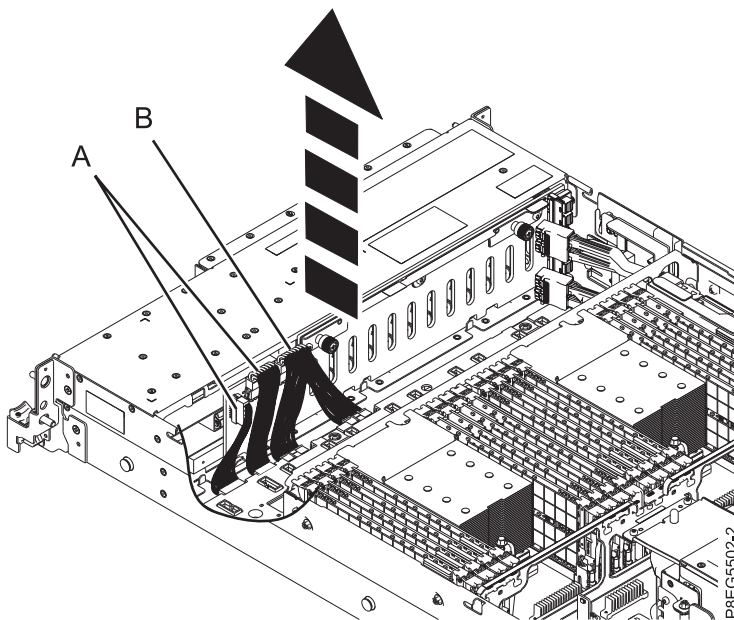

Figura 4. Desconexión de los cables de señal, panel de control y alimentación
5. Etiquete y desconecte los cables de señal y de panel de control (A), y el cable de alimentación Y (B), de la placa posterior de la unidad de disco, como se muestra en la Figura 4.